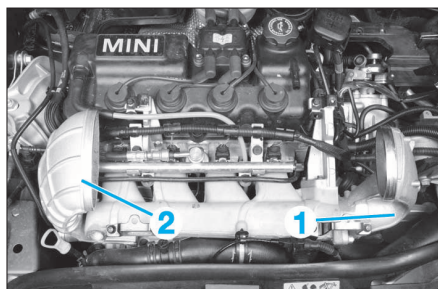

FIG. 49
- la partie gauche (1) (Fig.49) du collecteur de suralimentation.
- les parties gauche (1) et droite (2) (Fig.49) du collecteur de suralimentation.